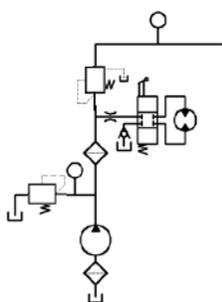
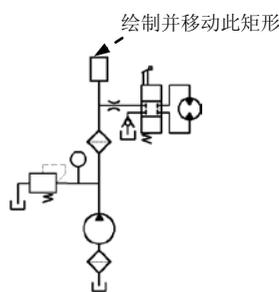

图 17.8.36 绘制图形 (五)
图 17.8.37 绘制矩形 (四)
Step4. 绘制图 17.8.36 所示的图形。
(1) 绘制矩形。
① 在“图层”工具栏中，选择“轮廓线层”图层。
② 用 **绘图(D)** → **矩形(R)** 命令，绘制长度和宽度值分别为 20、28 的矩形。
③ 移动矩形。用 **修改(M)** → **移动(M)** 命令移动矩形，使其下边线中点与垂直直线的上端点重合。结果如图 17.8.37 所示。